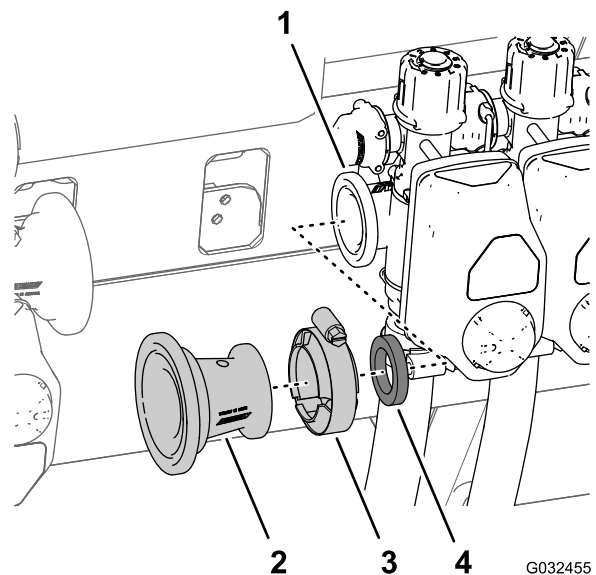

Рисунок 35
- С. Снимите фланцевый хомут 76 мм (3 дюйма), который крепит переходной патрубков с прокладкой (2-1/4 дюйма) к фланцу клапана левой секции стрелы, затем снимите переходной патрубков, хомут и прокладку с машины (Рисунок 35).